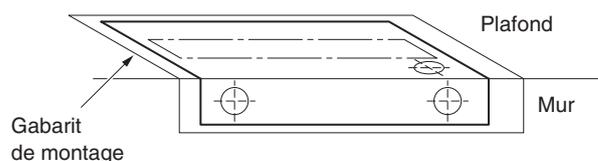

Fig. 3-68
- (1) Placez le gabarit (fourni) sur le plafond à l'endroit où vous voulez installer l'unité intérieure. A l'aide d'un crayon, marquez les endroits où vous devez percer les trous. (Fig. 3-68).